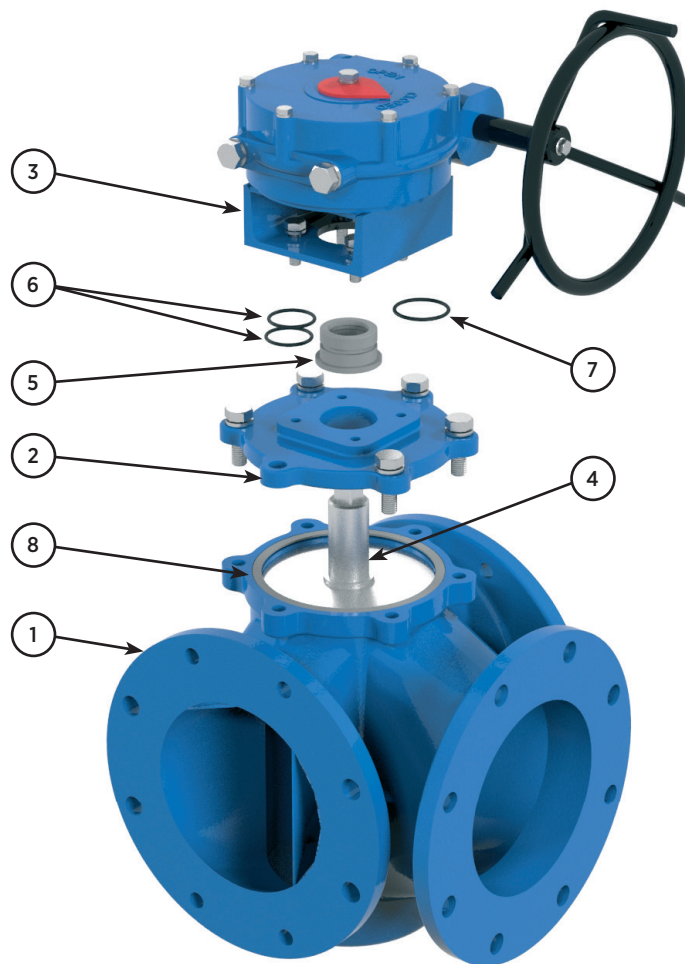

Abb. 10
**AUSTAUSCH VON DICHTUNGSBUCHSE UND O-RINGEN (Abb. 10)**
2. Das gesamte Antriebssystem lösen. Die Brücke (3) so lösen, dass nur noch der Schaft (4) aus dem Deckel (2) herausragt.
3. Alle Gehäuse (1) und Deckel (2) verbindenden Schrauben lösen.
4. Den Deckel (2) vom Gehäuse (1) nehmen.
5. Die Buchse (5) mit den zugehörigen O-Ringen (6 und 7) herausnehmen.
6. Die O-Ringe (6 und 7) sowie die Buchse (5) austauschen.
7. Vor Beginn des Einbaus sollte die Buchse (5) mit Vaseline geschmiert werden (kein Öl oder Fett verwenden), um den Einbau und den nachfolgenden ordnungsgemäßen Betrieb der Armatur zu erleichtern. Tabelle 2 enthält die Merkmale der von **CMO Valves** verwendeten Vaseline.
9. Die Buchse (5) mit den zugehörigen O-Ringen (6 und 7) in der ursprünglichen Position einsetzen.
10. Den Deckel (2) über den Schaft (4) schieben, bis er sich in seiner ursprünglichen Position auf dem Gehäuse (1) befindet.